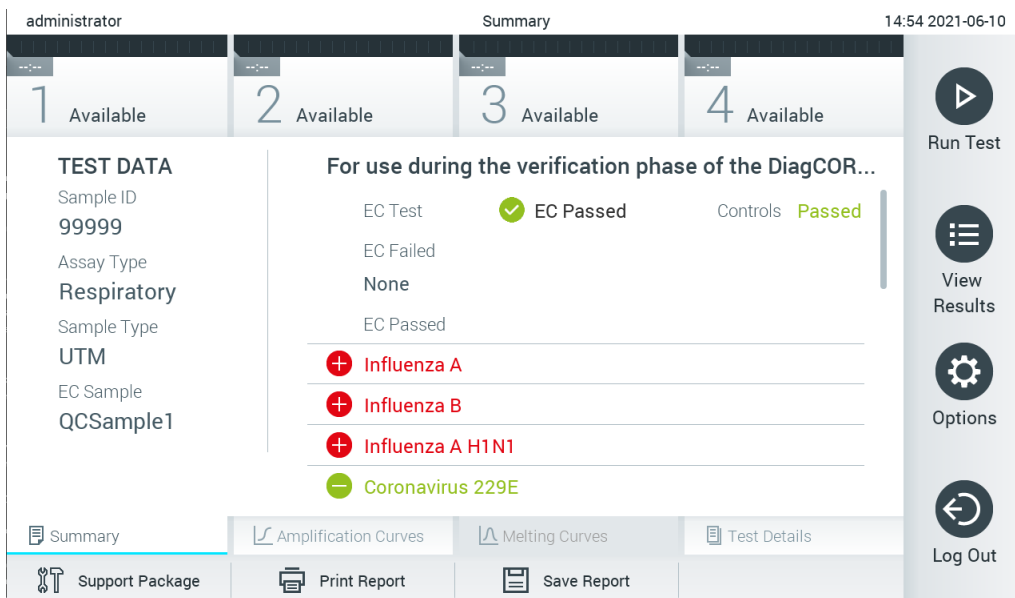

Figura 96. Tela Summary (Resumo) dos resultados de EC (CE).
12. Após a ejeção do cartucho de ensaio QIAstat-Dx, a tela Summary (Resumo) dos resultados será exibida (Figura 96). Consulte a Seção 8.3 para obter mais detalhes.